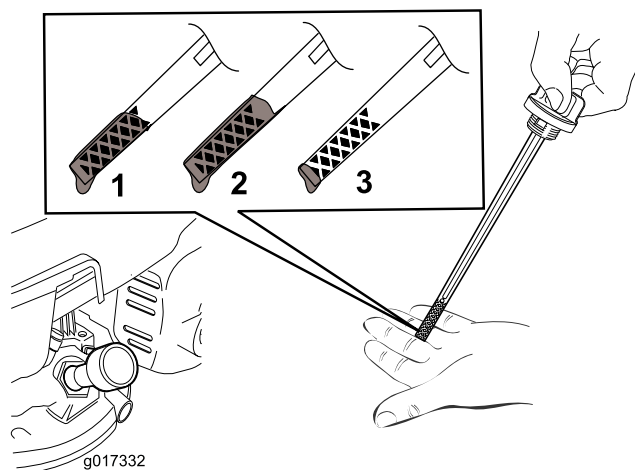

Figura 7
2. Retire a vareta do óleo (Figura 7).
Nota: Encha o cárter do motor com óleo até a vareta indicar que o nível de óleo do motor está correto, como se mostra na Figura 7. Se encher demasiado o motor com óleo, retire o óleo em excesso, como indicado em Substituição do óleo do motor \(página 16\).